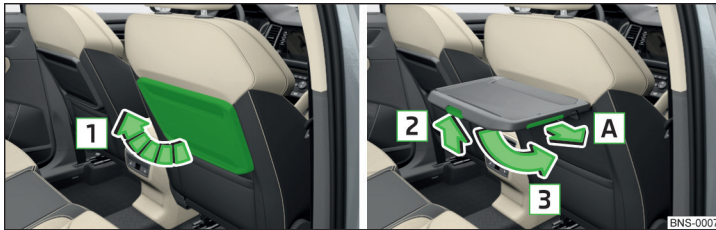

Abb. 127 **Tisch hochklappen / Tisch herunterklappen und Getränkehalter herauschieben**
- Zum **Hochklappen** den Tisch in Pfeilrichtung  anheben » Abb. 127.
Bei hochgeklapptem Tisch kann der Getränkehalter in Pfeilrichtung  **herausgeschoben** werden » Abb. 127.